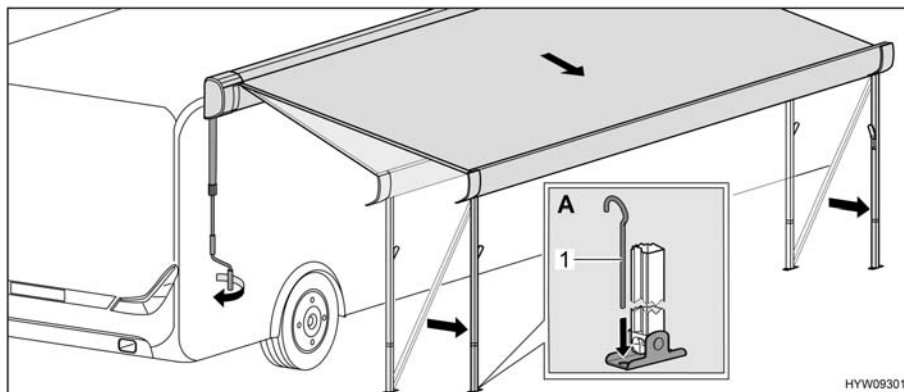

Fig. 27 Collocazione della tenda nella posizione finale
- Servendosi di puntelli (Fig. 27,1), fissare a terra i montanti di supporto (Fig. 27,A).